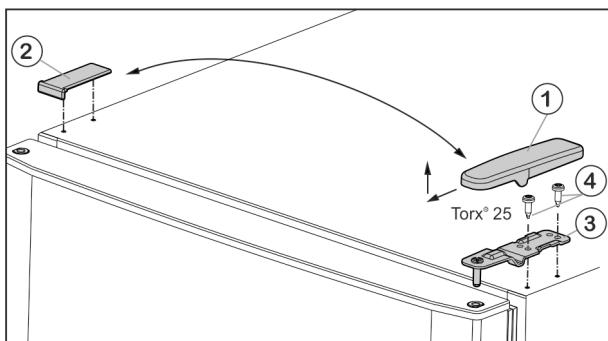

Fig. 5
- Відведіть кришку Fig. 5 (1) вперед і вгору.
- Зніміть кришку Fig. 5 (2).
- Викрутіть верхній опорний кронштейн Fig. 5 (3) (2 шт. Torx® 25) Fig. 5 (4) і відведіть вгору.
- Встановіть верхні дверцята на середній опорний кронштейн (13).
- Встановіть верхній опорний кронштейн Fig. 5 (3) в дверцята на новий бік шарніра.
- Прикрутіть верхній опорний кронштейн (з моментом 4 Нм) гвинтами (2 шт. Torx® 25) Fig. 5 (4). У разі необхідності скористайтеся акумуляторним гвинточуком.
- Встановіть і зафіксуйте кришку Fig. 5 (1) з протилежного боку ззовні.
- Також встановіть згори і зафіксуйте кришку Fig. 5 (2) з протилежного боку.